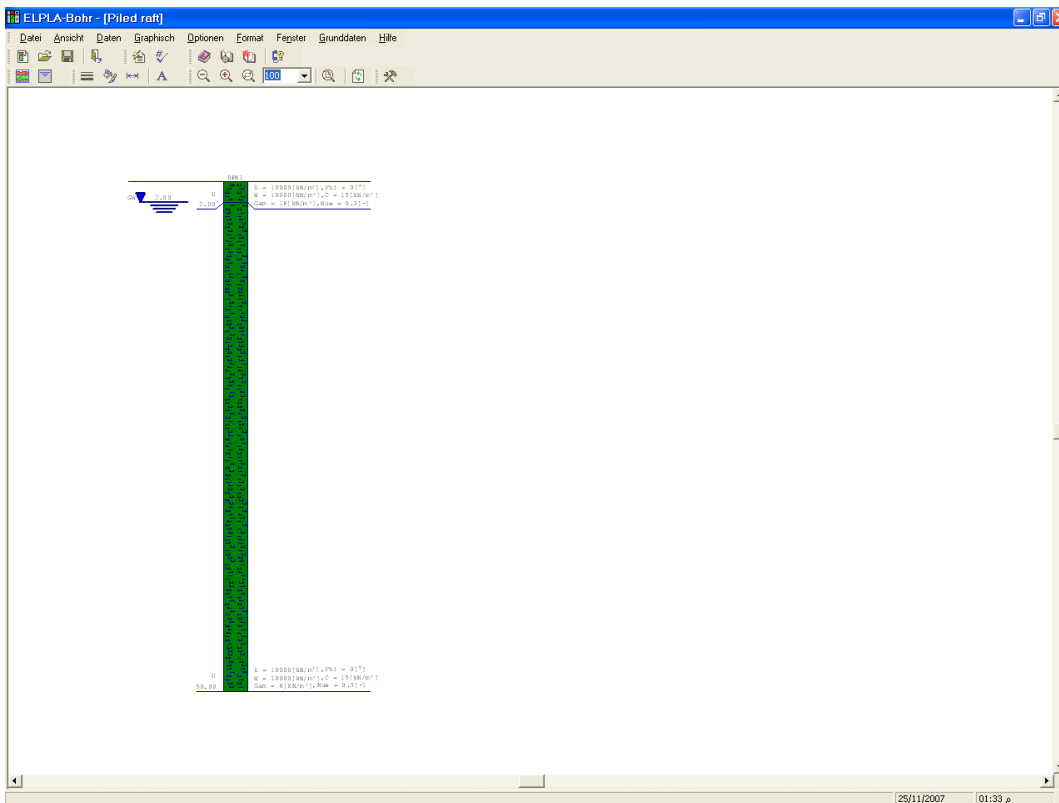

Bild 12-23 Bohrprofil auf dem Bildschirm
Nach der Definition aller Baugrunddaten sollte der Bildschirm wie das folgende Bild 12-23 aussehen.
- Wählen Sie "Baugrunddaten speichern" aus dem Menü "Datei" im Bild 12-23, um die Baugrunddaten zu speichern
- Wählen Sie "Baugrunddaten schließen" aus dem "Datei"-Menü im Bild 12-23, um das Unterprogramm *ELPLA-Bohr* zu schließen und zum Hauptfenster des Programms *ELPLA-Daten* zurückzukehren